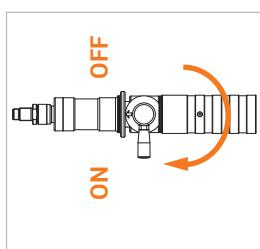

Figure 11
- ▶ Tournez le levier de commande (pos. 3) du nozzle de ravitaillement de 180° en position ON (*Figure 11*). Si **le levier de commande ne tourne pas facilement**, déconnecter à nouveau le réceptacle de service WEH® et le remettre en place.